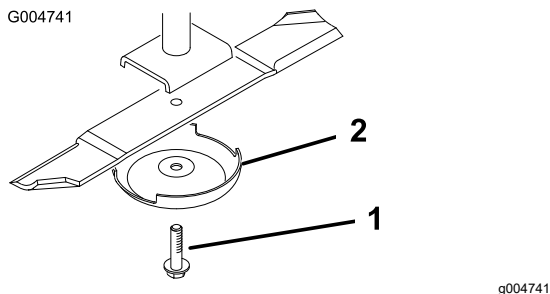

Figure 68
3. Enlevez le boulon, la coupelle de protection et la lame de l'axe de pivot (**Figure 68**).